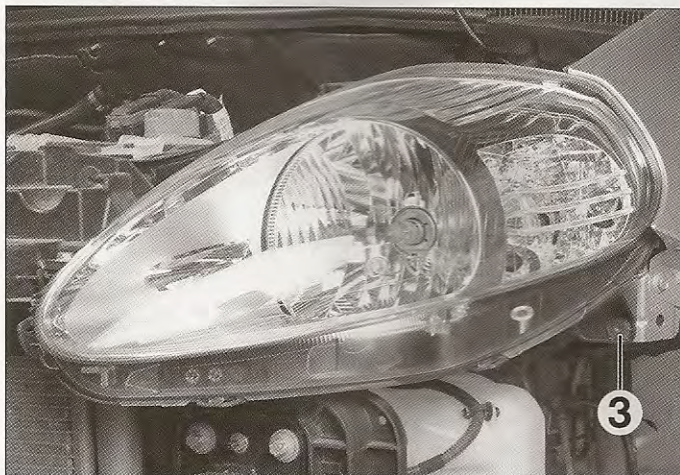

FIG. 8
- Desatornillar el tornillo de fijación inferior (3) del proyector (fig. 8).